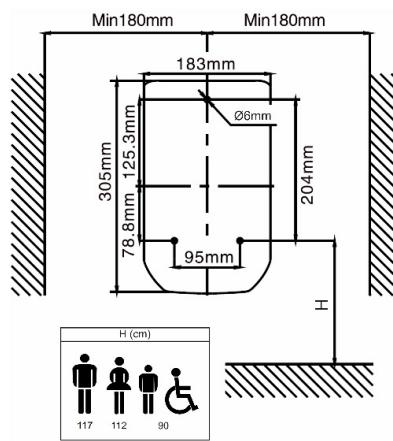

Fig. 3
- (Fig. 3) Stellen Sie sicher, dass der Installationsort die angegebenen Mindestabstände einhält. Wir empfehlen, die Höhe, in der Sie das Gerät installieren, zu variieren, je nachdem, ob Sie es für die Verwendung in einer Herren- oder Damen- oder behindertengerechten Toilette installieren möchten.
- Entfernen Sie, wie in Fig. 2 gezeigt, die Befestigungsschraube (9) mit einem Schraubendreher von der Unterseite des Geräts, ziehen Sie die Montagekonsole (6) nach unten ab und bohren Sie 3 Löcher ( $\varnothing 6$  mm) ca. 30 mm Tiefe, gemäß der Bohrschablone [Fig. 3]